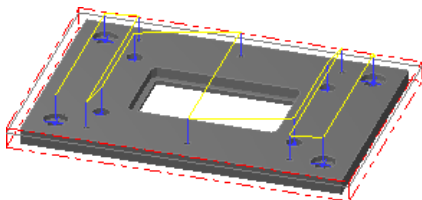

图 2.20 刀具路径
(1) 在“2D 刀具路径 – 钻孔/全圆铣削 深孔钻-无啄孔”对话框的刀具列表中双击该刀具，系统弹出“定义刀具-机床群组-1”对话框。
(2) 设置刀具号码。在“定义刀具-机床群组-1”对话框的**刀具号码**文本框中，将原有的数值改为3。
(3) 设置刀具的加工参数。单击**参数**选项卡，在**进给率**文本框中输入值50.0，在**下刀速率**文本框中输入值50.0，在**提刀速率**文本框中输入值200.0，在**主轴转速**文本框中输入值1500.0。
(4) 设置冷却方式。在**参数**选项卡中单击**Coolant...**按钮，系统弹出“Coolant...”对话框，在**Flood**（切削液）下拉列表中选择**On**选项。单击该对话框中的**✓**按钮，关闭“Coolant...”对话框。
Step8. 单击“2D 刀具路径 – 钻孔/全圆铣削 深孔钻-无啄孔”对话框中的**✓**按钮，完成加工参数的设置，此时系统将自动生成图2.20所示的刀具路径。